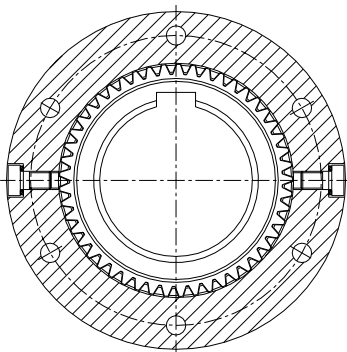

figura 25: Posición horizontal de los tornillos de los orificios
- Gire el acoplamiento hasta que los orificios de llenado (componente 7) estén en posición horizontal (ver figura 25).